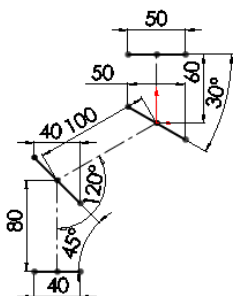

图 11-108 添加其他线条“中点”和“重合”约束
③添加几何关系操作, 将其他两条斜线和一条水平线添加与构造线端点和交点的“中点”和“重合”约束, 如图 11-108 所示。单击“退出草图”按钮, 退出草图编辑状态。